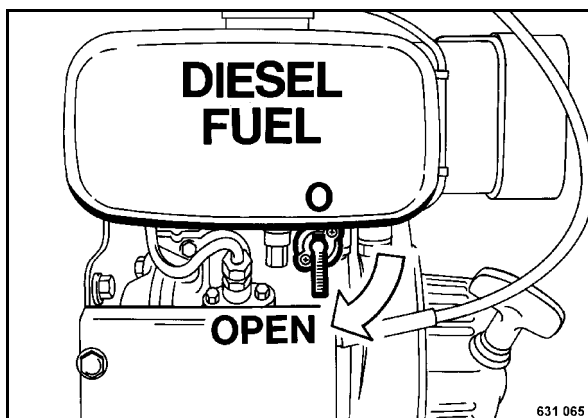

Fig. 14
- Abrir la llave de combustible (Fig. 14) .